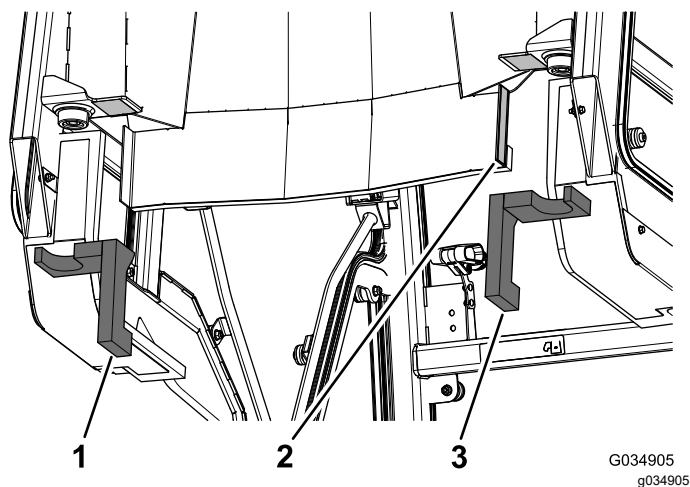

图 16
1. 拆下驾驶室装置后面双面胶带上的纸基图 16。
2. 将左后和右后泡沫密封条分别粘贴到驾驶室装置上图 16。